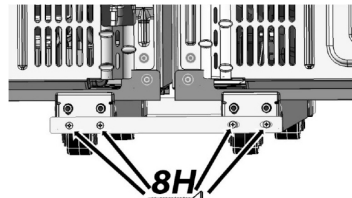

Fig. 15
16. Fixez l'autre support 9H aux niveleurs arrière (Fig. 15), en gardant les vis à droite desserrées.